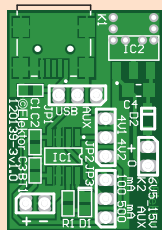
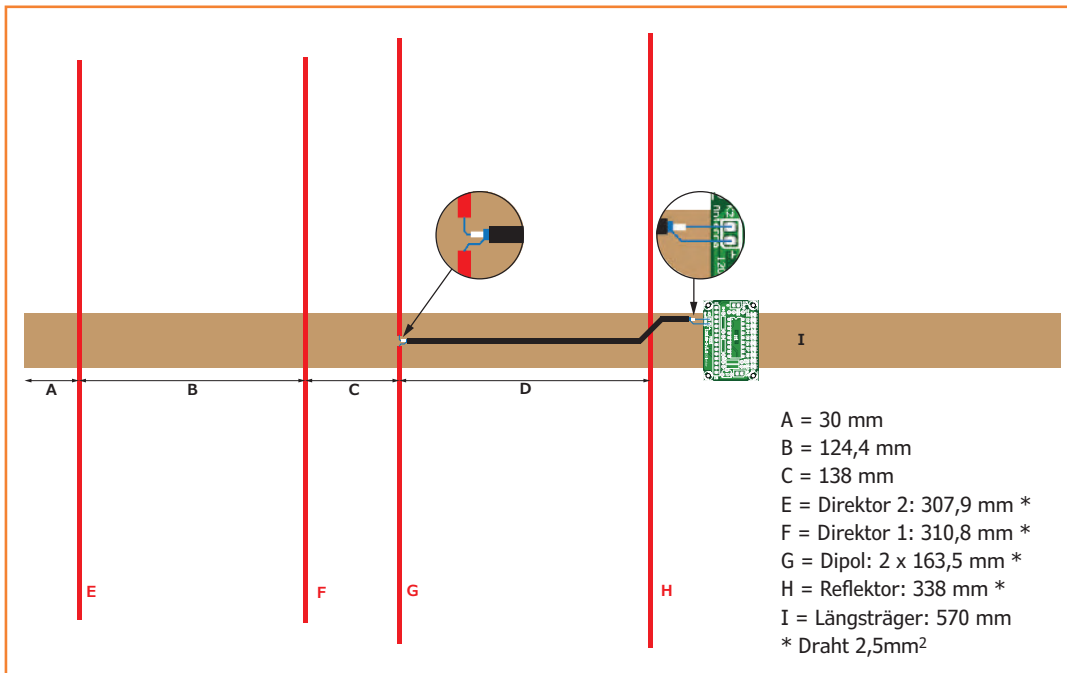

Bild 7. Das Ladegerät ist auf einer doppelseitigen SMD-Platine aufgebaut.
Bild 8.
**Bild 7** aufgebaut. Vergessen Sie nicht, die Jumper entsprechend Ihren Anforderungen zu stecken. Die 4-Element-Antenne ist völlig Marke Eigenbau. Es gibt verschiedene Ausführungen im Internet, und man könnte mechanisch qualifizierte Mitglieder in Ihrem lokalen Modellbau-Verein dazu überreden, ein paar anspruchsvolle Antennen zu bauen. Der Autor hat den Dipol aus Kleiderbügel-draht hergestellt, ein beliebiger starrer (Installations-)Draht funktioniert genauso gut. Schneiden Sie den Dipol mit den Maßen wie in **Bild 8** zurecht. Der Autor hat seinen Prototyp in eine Art Doppelstegplatte mit einer Stärke von etwa
Das Elektor-Labor hat die Yagi-Antenne mit Abschnitten von 2,5-mm2-Installationsdraht auf einer 570x53x12 mm großen Sperrholzplatte aufgebaut. Die genauen Positionen zeigt Bild 8. Der Längsträger ist lang und breit genug, um das Empfängerboard und das Batteriefach zu tragen. Die Antenne sollte etwa 7 dB gewinnen, so dass wir den Sender in einem Abstand von etwa 300 m im bebauten Gelände rund um das Elektor-Labor finden konnten.